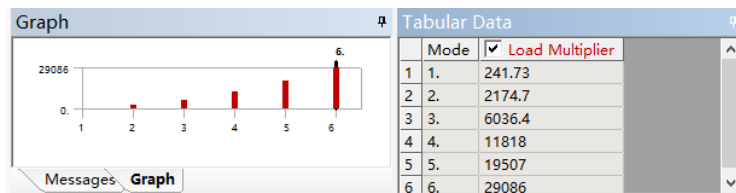

图 9-13 线性特征值分析求解结果（一）
2) 在 Outline 树结构图“Linear Buckling (B5)”选项上右击，在弹出的快捷菜单中选择“Solve”，此时会弹出进度显示条，表示正在求解，当求解完成后进度条自动消失。求解完成后可以通过 Solution Information 查看求解过程信息，在图形区域得到的结果如图 9-13 所示。